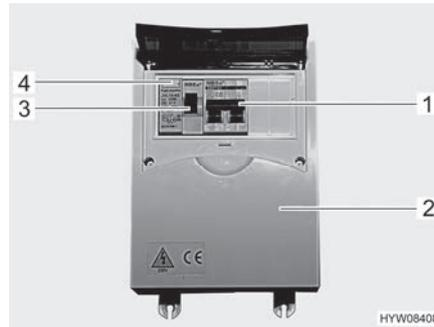

Fig. 82 Scatola dei fusibili a 230 V con interruttore di sicurezza e interruttore automatico FI
- Disattivare l'interruttore di sicurezza (Fig. 82,1) nella scatola dei fusibili (Fig. 82,2).
- Se il veicolo è collegato all'alimentazione a 230 V, premere il tasto di controllo (Fig. 82,4) dell'interruttore di sicurezza per correnti di guasto (interruttore automatico FI) (Fig. 82,3) nella scatola dei fusibili (Fig. 82,2). L'interruttore di sicurezza per correnti di guasto deve scattare.
- Riattivare l'interruttore di sicurezza per correnti di guasto (Fig. 82,3).